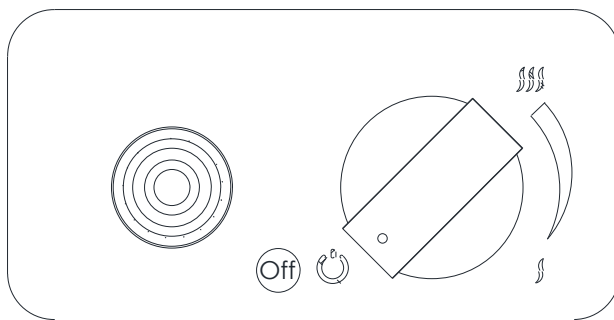

Fig 14 – Spegnimento del dispositivo
- Per spegnere l'apparecchio, premete e ruotate contemporaneamente la manopola in senso orario (*fig. 14*). L'alimentazione del gas sarà interrotta e la fiamma del bruciatore sarà spenta.